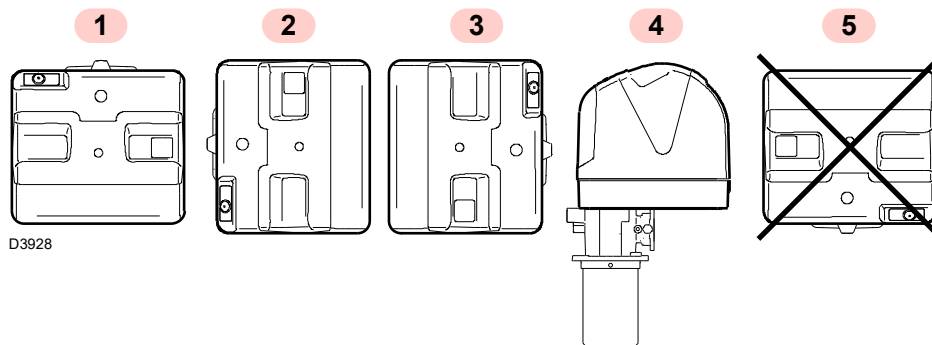

Fig. 8
- Le brûleur est exclusivement prévu pour fonctionner dans les positions 1, 2, 3 et 4 (Fig. 8).